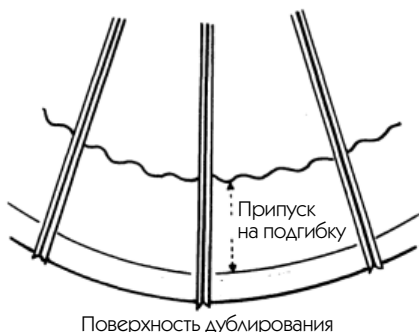

Рис. 240
### Нижний срез юбки или пиджака (рис. 240)
2. Раскроите термоклеевую ткань, предусмотрев вертикальные припуски на швы, но не добавляя припуск на подгибку (рис. 240). Вверху вы ее раскроите, как показано на примере, т. е. с помощью ножниц «зигзаг».
4. Соедините различные части изделия (рис. 240) и т. д.